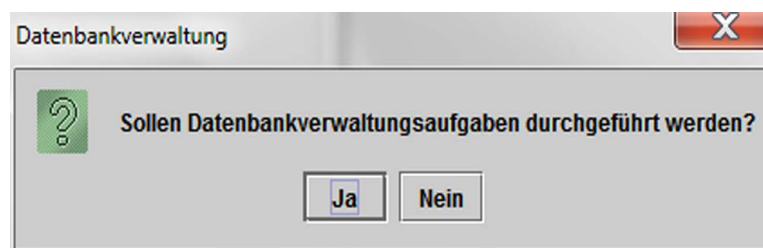
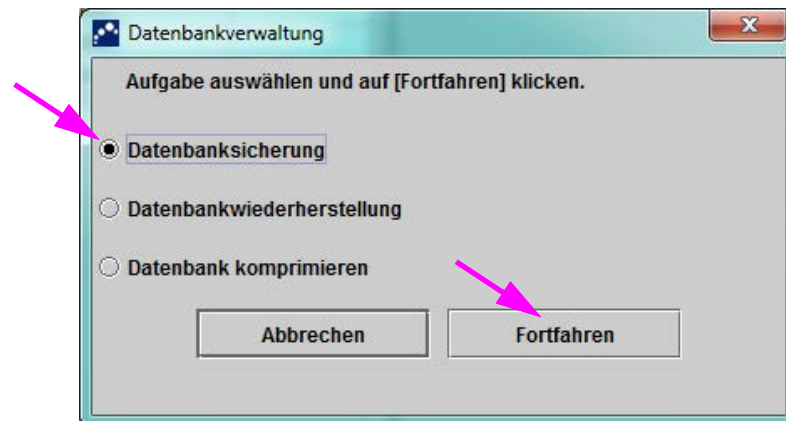

Abbildung 5-72. Dialogfeld „Datenbankverwaltung“
Abbildung 5-73. Fenster „Datenbankverwaltung“
Der Administrator des GeneXpert Dx Systems legt fest, ob Sie die erforderlichen Berechtigungen für Datenverwaltungsaufgaben haben. Siehe Abschnitt 2.13, Definieren von Benutzern und Berechtigungen. Zur Anpassung von Rechten nach Ihrem Bedarf wenden Sie sich bitte an Ihren Administrator für das GeneXpert Dx System. Wenn die **Erinnerungen an Datenbankverwaltung** aktiviert sind, wird der Benutzer beim Start gefragt, ob er Aufgaben im Bereich der Datenbankverwaltung durchführen möchte. Die Aufforderung erscheint nur für Benutzer mit den entsprechenden Berechtigungen. Wenn der Benutzer nicht über diese Berechtigungen verfügt oder die **Erinnerungen an Datenbankverwaltung** deaktiviert sind, wird die Aufforderung übersprungen. Siehe Abbildung 5-72.
8. **Falls Sie keine Aufgaben im Bereich der Datenbankverwaltung ausführen möchten**, klicken Sie im Dialogfeld „Datenbankverwaltung“ auf **Nein** (siehe Abbildung 5-72) und fahren Sie mit Abschnitt 5.2.3.2, Erinnerung an überfällige Archivierung, fort.
Wenn Sie Aufgaben im Bereich der Datenbankverwaltung durchführen möchten, klicken Sie im Dialogfeld „Datenbankverwaltung“ auf **Ja** (vgl. Abbildung 5-72). Daraufhin erscheint das Fenster „Datenbankverwaltung“. Siehe Abbildung 5-73.
1. Wählen Sie **Datenbanksicherung** im Fenster „Datenbankverwaltung“ (vgl. Abbildung 5-73).